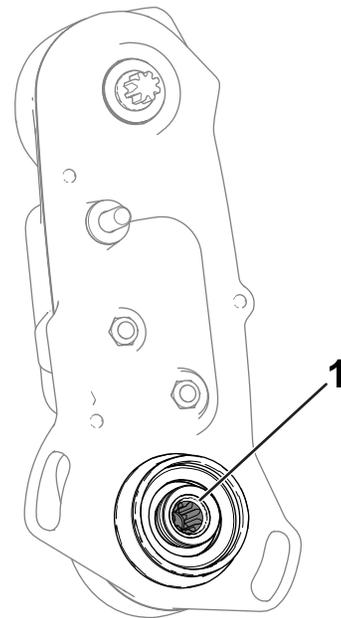

Bild 6
3. Überprüfen Sie die Innenseite der Spindel-Antriebswelle für überschüssiges Fett (Bild 6).